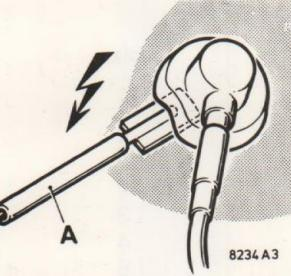

Fig. 1
3. Om beschadiging van IC's en transistoren te voorkomen moet iedere overslag van de hoogspanning worden vermeden. Gebruik voor het controleren van de hoogspanning een hierover uitgeruste meter. Het ontladen van de beeldbus mag alleen geschieden d.m.v. pen A met kabel (zie Fig. 1).